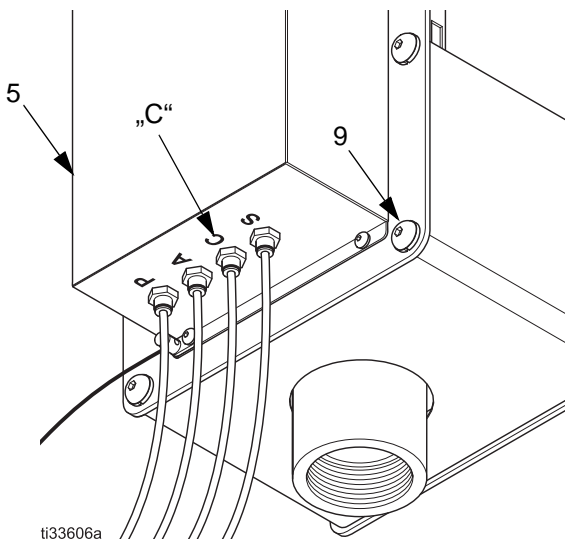

ABB. 9: Abdeckung und Luftanschlüsse für Pistolen-Spülbox
2. Die vier Schrauben (9) entfernen, mit denen die Abdeckung (5) an der Pistolen-Spülbox befestigt ist. Siehe ABB. 9.
3. Pistolenabzüge durch Zuführen von Luft in Öffnung C andrücken. Zum Ausfahren der Zylindertasten (31) und (35) die Luft einschalten.